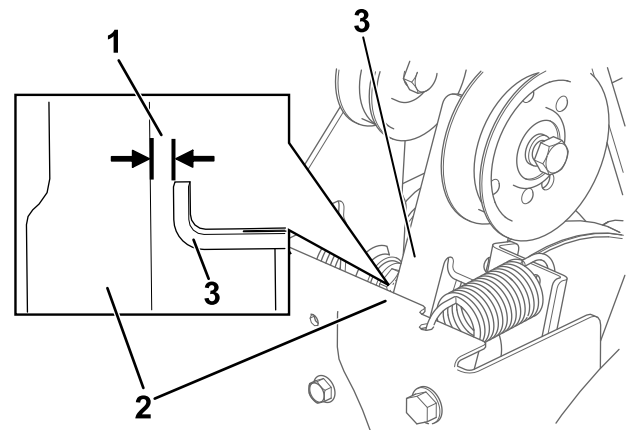

Figure 31
3. Lorsque le levier de commande de la vis sans fin/turbine est désengagé, vérifiez qu'il existe un écart de 1,5 mm entre le bras d'embrayage de la vis sans fin et le cadre de la machine, comme montré à la Figure 31.